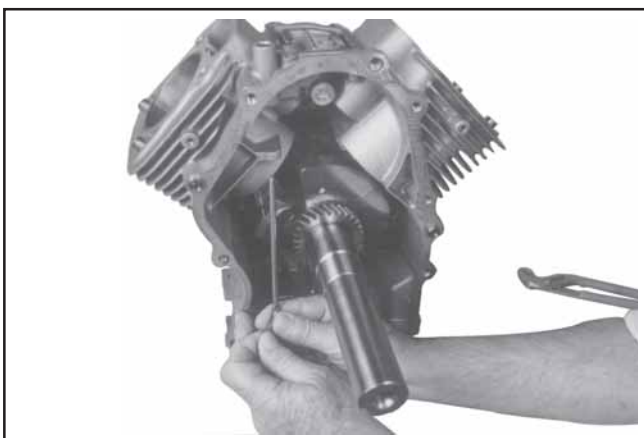

Figure 9-53. Dépose de l'arbre intermédiaire du régulateur.
2. Retirer l'arbre intermédiaire par l'intérieur du carter du moteur. Voir la Figure 9-53.